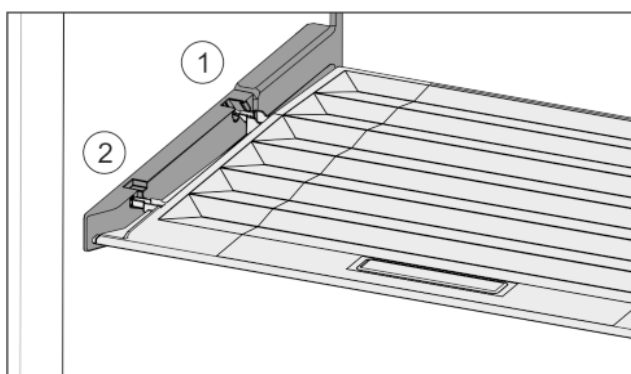

Fig. 36
- ▶ Introduire les rainures du couvercle par l'orifice du support arrière Fig. 36 (1) et les enclencher à l'avant dans le support Fig. 36 (2).